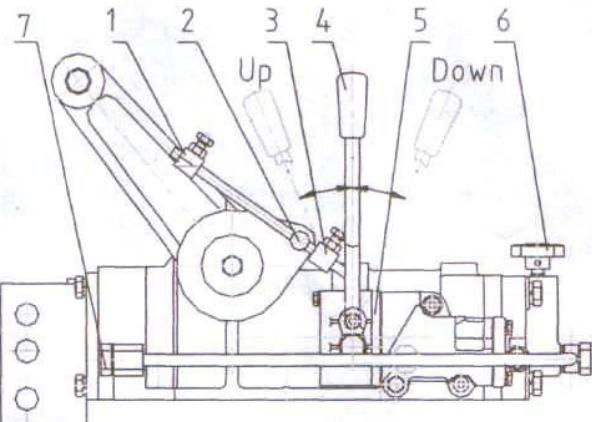

Рис. 3. Гидравлический подъемник.
- ☒ Подъем и опускание сельскохозяйственного оборудования (Рис. 3). Переместите рычаг управления вперед - и присоединенное оборудование опуститься. Установите блокиратор опускания в соответствующем положении таким образом, чтобы штепсель (2) соприкоснулся с блокиратором опускания (1), когда оборудование опущено на желаемое рабочее опущенное положение, потяните быстро назад ручку управления в нейтральное положение, чтобы оборудование осталось на желаемой рабочей высоте. Когда необходимо поднять оборудование, просто переместите рычаг (4) назад и оборудование будет подниматься до тех пор, пока штепсель (2) не соприкоснется с блокиратором подъема (3) и переместите рычаг в нейтральное положение. Различную высоту подъема можно достичь, если фиксатор подъема (3) закреплен в различных положениях. Если рабочую высоту необходимо достичь во время работы, необходимо немного переместить рычаг вперед-назад, чтобы достичь желаемого результата. Пожалуйста, запомните, что рычаг управления должен находиться в нейтральном положении сразу же после регулировки. Если необходимо